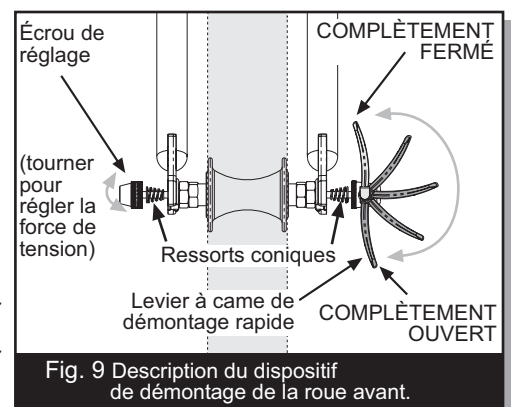

Fig. 9 Description du dispositif de démontage de la roue avant.
Un système de démontage rapide constitué d'un mécanisme à came sert à installer la roue de la poussette (Fig. 9). Comme ce mécanisme est réglable, il est essentiel que vous connaissiez son fonctionnement, son utilisation correcte et la force à appliquer pour fixer la roue.
- a. Abaissez complètement le levier à came de démontage rapide (Fig. 9). C'est la position d'ouverture complète.
- d. Tout en poussant la roue fermement vers le haut des fentes dans les pattes de la fourche et en centrant la jante de roue dans la fourche, poussez le levier de démontage rapide vers le haut et tournez-le dans la position de fermeture complète (Fig. 9 et 12). Le levier devrait maintenant être parallèle à la branche de fourche. Pour appliquer assez de force de serrage, il vous faudra enrouler vos doigts autour de la branche de fourche pour multiplier la force; le levier de démontage rapide devrait alors laisser une empreinte bien nette dans la paume de votre main.
- Soulevez le levier de démontage rapide de la roue pour le mettre en position d'ouverture complète (Fig. 9). Votre fourche avant comprend un dispositif complémentaire de retenue intégré. Desserrez l'écrou de réglage suffisamment afin de pouvoir enlever la roue.